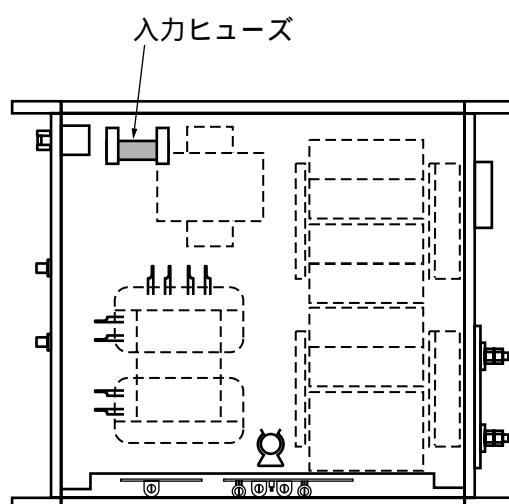

図 6-13 TYPE III モデルのヒューズ交換
2. ホルダからヒューズを外し、入力ヒューズを交換します。図6-13を参照してください。